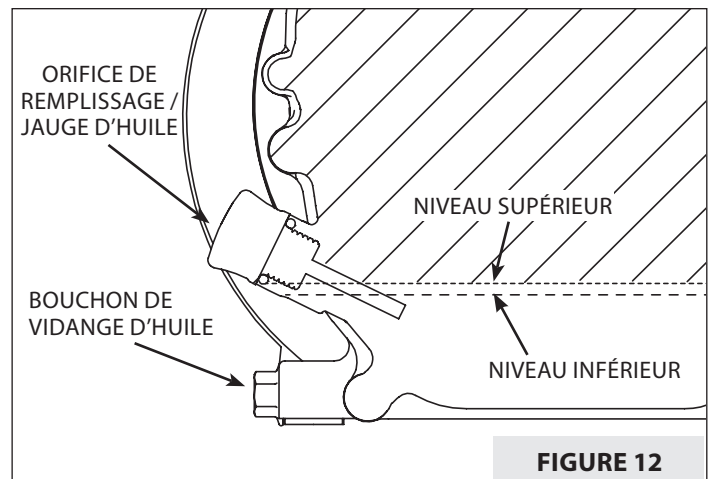

FIGURE 12
2. Dévisser le bouchon de vidange d'huile et vidanger l'huile dans un récipient approprié. Éliminer l'huile comme il se doit. **VOIR FIGURE 12.**
3. Remonter le bouchon de vidange. Retirer la jauge d'huile (le cas échéant) ou le bouchon de remplissage d'huile. **VOIR FIGURE 12.**
4. Remplir avec une huile qui convient jusqu'au repère supérieur ou **FULL** (plein) de la jauge d'huile, sinon jusqu'en haut du filetage de l'orifice de remplissage d'huile. **VOIR FIGURE 12.**